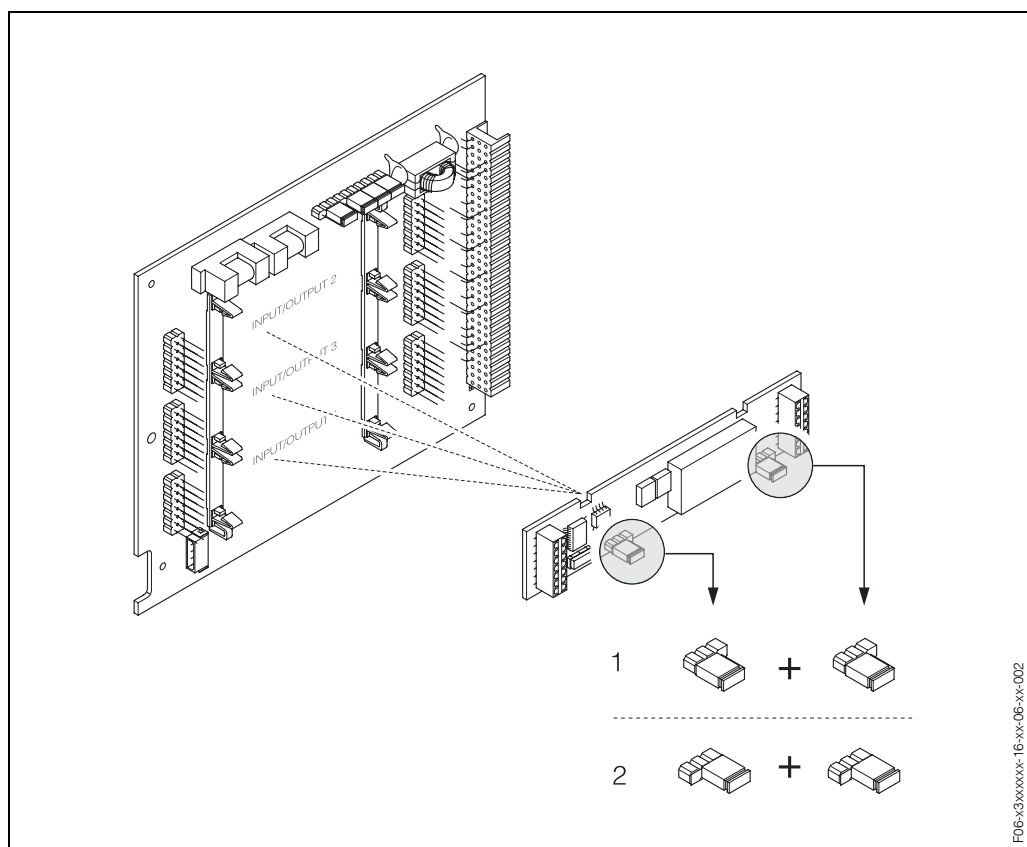

Рис. 58: Конфигурирование контактных реле (NC / NO)
3. Установить перемычки согласно Рис. 58.